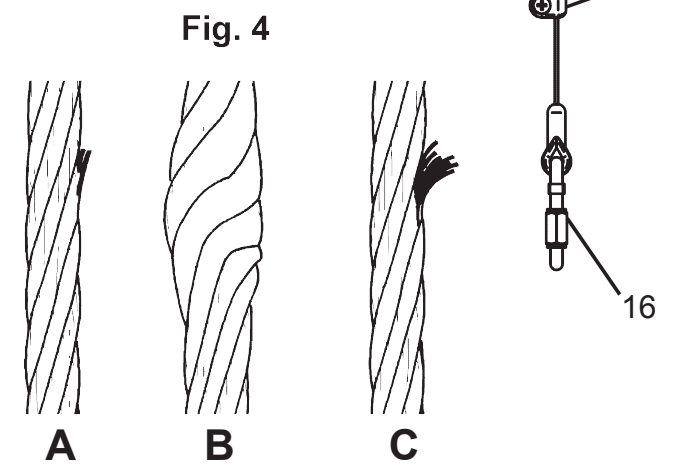

Fig. 4
**För kontrollen av vajrarna, vad beträffar kasseringskriterier (utbyte av vajern), hänvisas till kraven i ISO 4309:2011. (Några exempel, se Fig.4).**